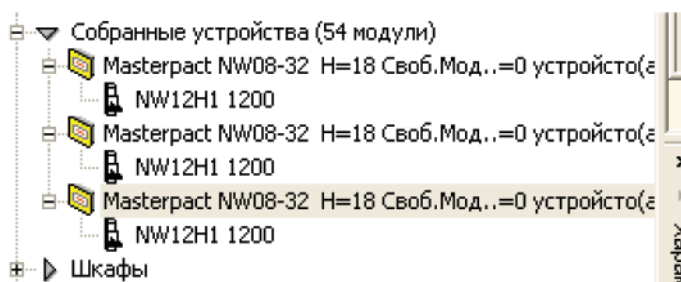

Рис. 103
- 19) Если мы хотим одинаково устанавливать все три NW12 в ячейку (т.е. настройки будут одинаковыми для всех трех выключателей), то переносим все три аппарата из области “Устройства” в область “Собранные устройства”. Замечание: Вы можете перенести эти выключатели по отдельности (по одному) или выделить все три и перенести одновременно: разница заключается в том, что при переносе нескольких выделенных выключателей программа проверяет возможность их установки параллельно на одну монтажную плату (если такая возможность существует, то определяется допустимое кол-во параллельно стоящих аппаратов, и под это кол-во выбирается соответствующая плата). Выключатели Masterpact устанавливаются всегда индивидуально (т.е. каждый на своей монтажной плате), поэтому результат подбора в нашем случае будет одинаков (рис. 103).